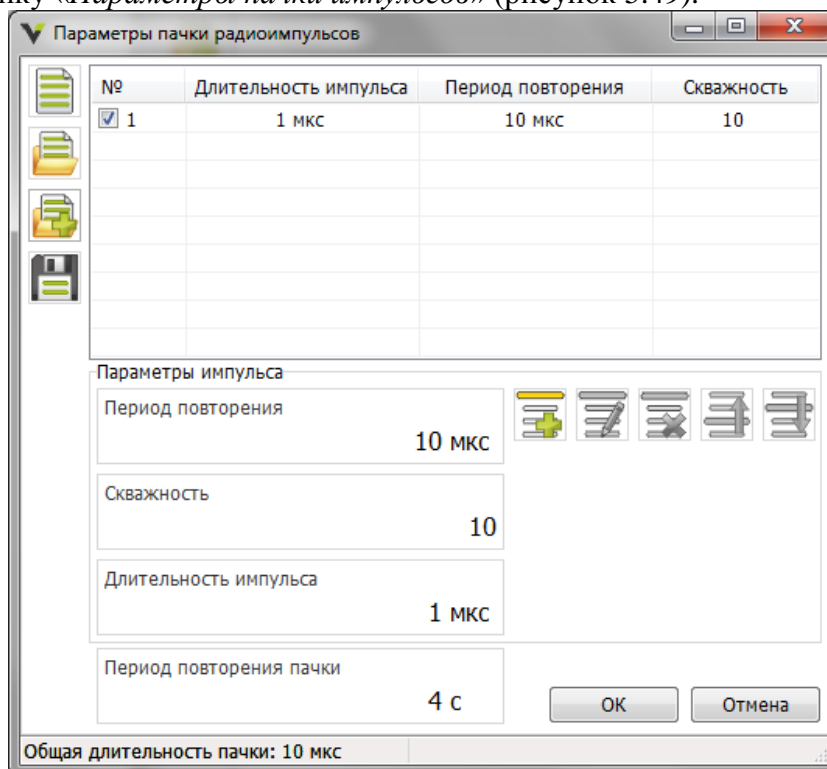

Рисунок 5.49 – Окно «Параметры пачки радиоимпульсов»
- вызвать окно «Параметры пачки радиоимпульсов» по нажатию левой кнопкой мыши на кнопку «Параметры пачки импульсов» (рисунок 5.49).
При формировании списка импульсов программа автоматически считает длительность пачки радиоимпульсов и отображает результат в строке состояния (рисунок 5.49).